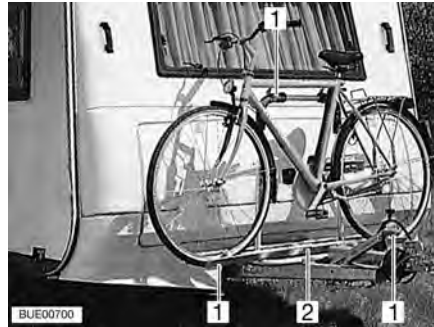

Fig. 10 Porte-vélos à l'avant
- Placer les vélos sur le porte-vélos (Fig. 10,2) et les attacher à l'aide de sangles rapides (Fig. 10,1).